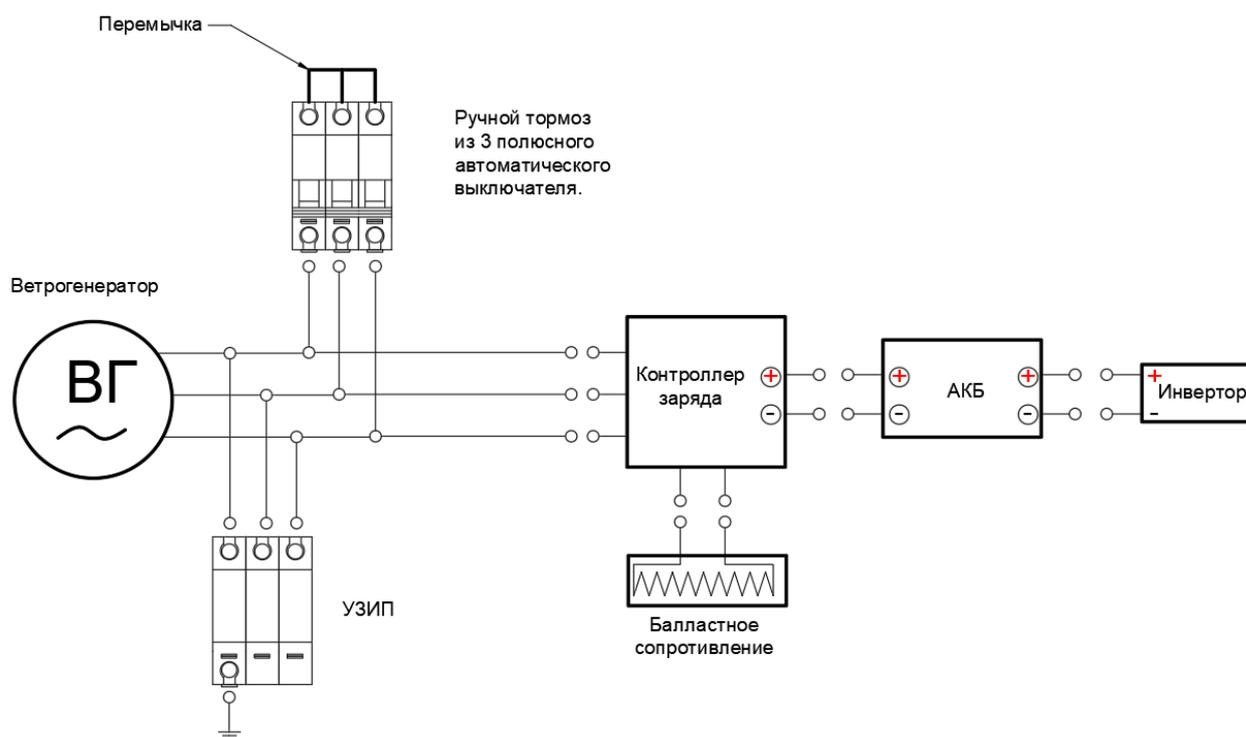

Рисунок 7 – Электрическая схема установки ручного тормоза и УЗИП.
**5.2.1.** Установите устройство защиты от импульсных перенапряжений (УЗИП) класса II (С) перед контроллером заряда ветрогенератора (рисунок 7).